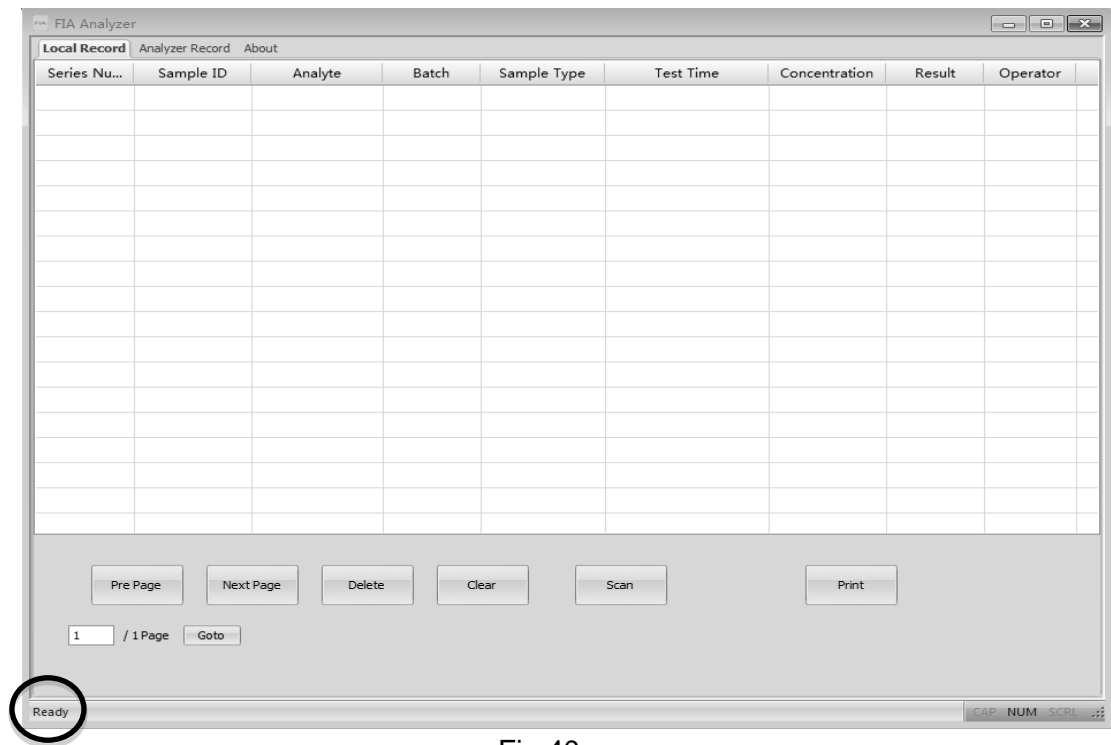

Fig 40
3. Fare doppio clic sull'icona  sullo schermo del desktop per aprire la homepage del software (Rif Fig 40)